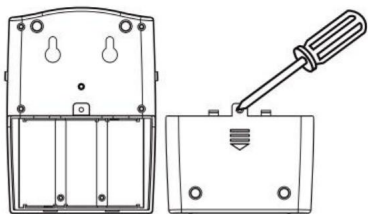

Fig. 4
- Entfernen Sie die Schraube auf der Rückseite der Empfängerabdeckung und öffnen Sie die Abdeckung. (Abb.4)